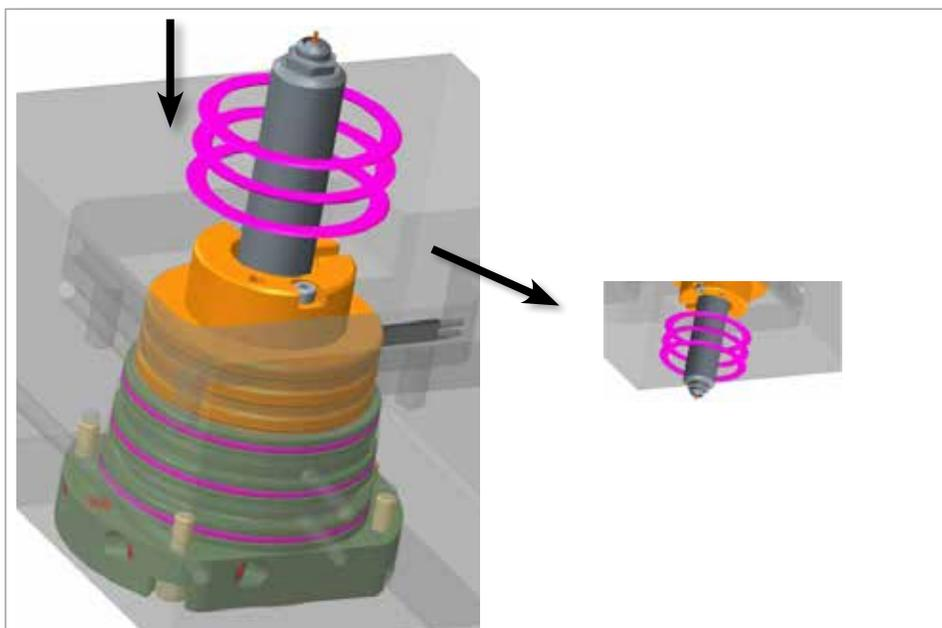

Figura 11-24 Apilamiento de resortes de disco en serie
5. Apile los resortes de disco en serie sobre el retenedor. Consulte la Figura 11-24.